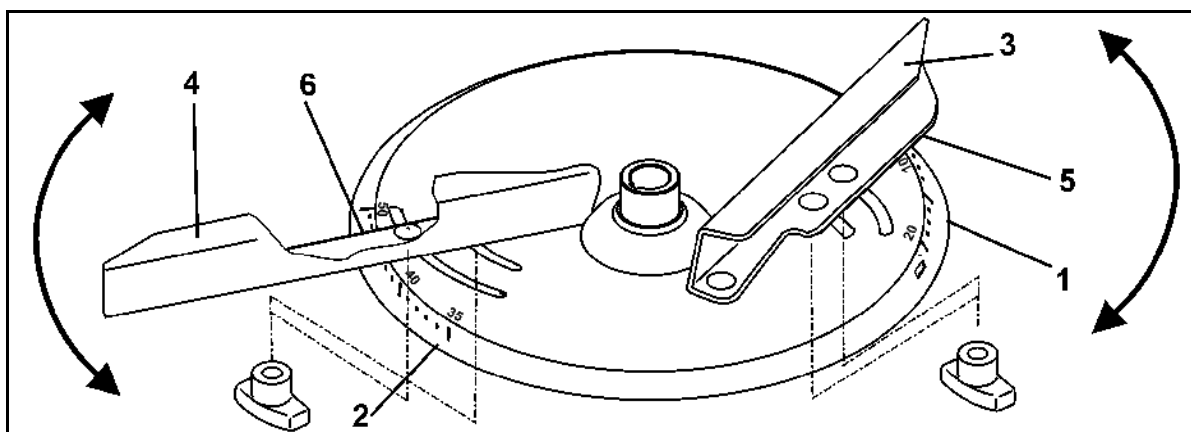

Fig. 43
For en nøyaktig innstilling av de ulike spredevingestillingene uten bruk av verktøy er det plassert to ulike skalaer (Fig. 43/1 og Fig. 43/2) som ikke kan forveksles, på hver spredeskive.
- Den korteste spredevingen (Fig. 43/3) har en skala (Fig. 43/1) med verdier fra 5 til 28, og den lengste spredevingen (Fig. 43/4) en skala (Fig. 43/2) med verdiene 35 til 55.
- Les av innstillingsverdien for den korte spredevingen (Fig. 43/3) på avlesingskanten (Fig. 43/5).
- Les av innstillingsverdien for den lange spredevingen (Fig. 43/4) av på avlesingskanten (Fig. 43/6).
- Når spredevingene dreies til en høyere tallverdi på skalaen (Fig. 43/1 el. Fig. 43/2), blir arbeidsbredden større.